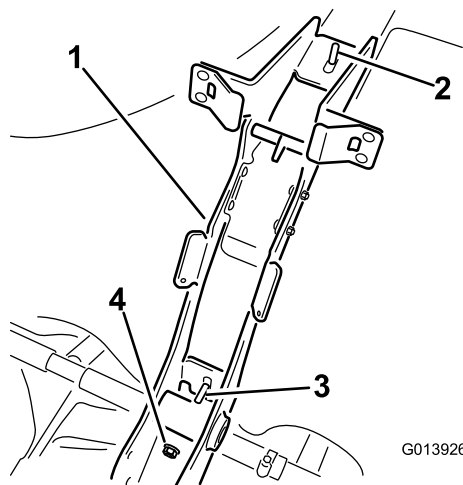

図 4
8. ロックナット2個でメインサポートフレームをタンクのストラップに固定する（図 4）。